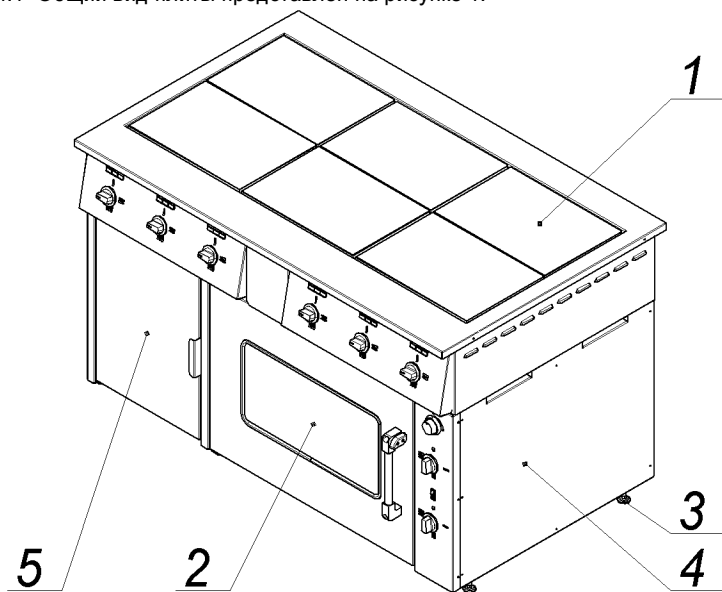
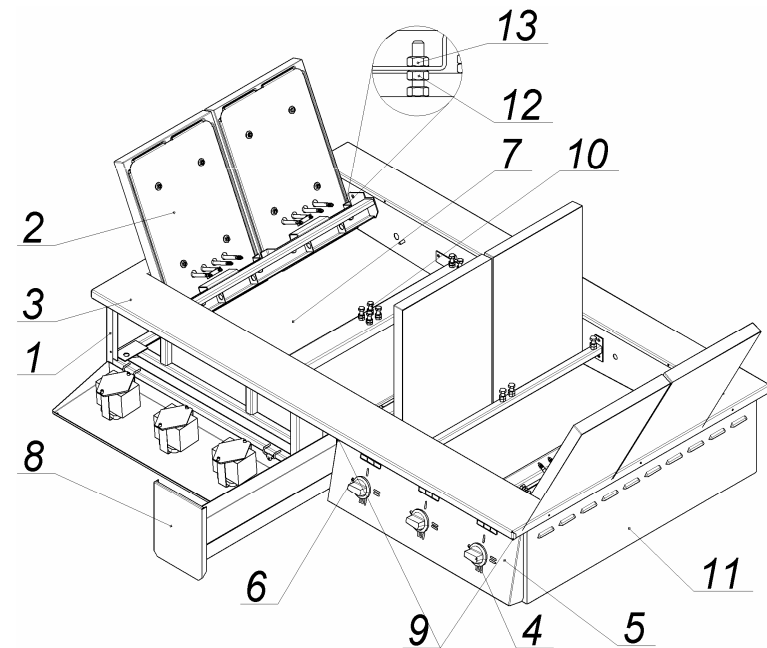
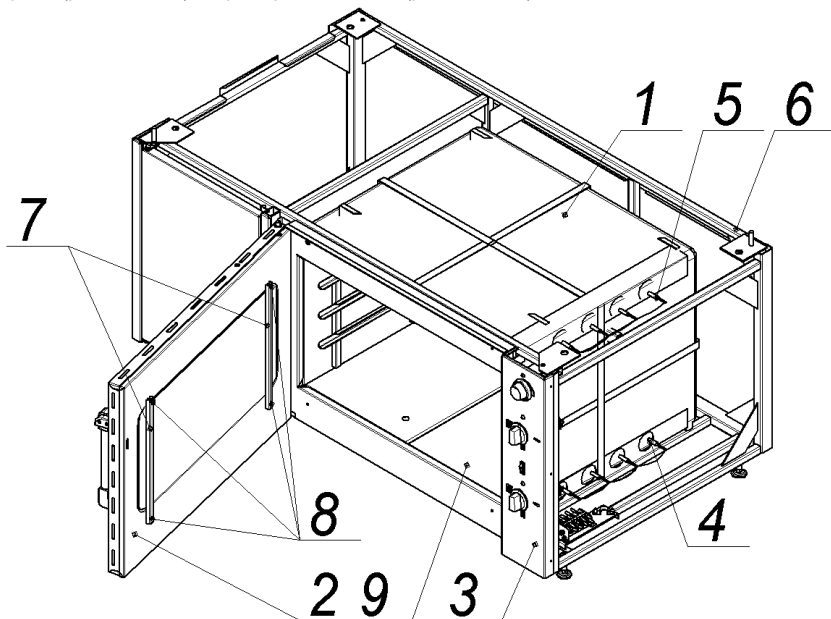
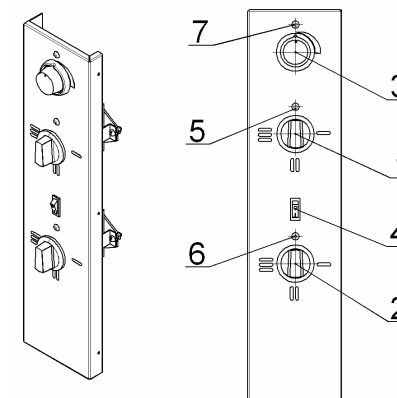

Рис.1
Рис. 2
Рис.3
Рис.4
4.3 Собственно плита (рис.2) установлена на жарочный шкаф (рис.1. поз.2) и состоит из каркаса (поз.1), с закрепленными на нём конфорками (поз. 2), столом (поз.3), облицовочными (поз.11) и приборными панелями (поз.5).
4.3.3 Для обслуживания и санитарной уборки, плита оборудована (см. рис.2) поддоном (поз.7) и выдвижным лотком (поз.8), так же обеспечен (см. рис.2) свободный доступ к внутренним поверхностям плиты:
4.4 Жарочный шкаф состоит из тепловой (рабочей) камеры (рис.3 поз.1), закрываемой дверкой (рис.3, поз.2) и приборной панели (рис.3, поз.3).
- Снять панель управления (рис.3, поз.3) или правую облицовочную панель (рис.1, поз.4);
- Снять панель управления (рис.3, поз.3) или снять правую облицовочную панель (рис.1, поз.4);
- Открыть дверку и вынуть из камеры подовые короба (рис.3, поз.9);
4.5 Приборы управления и светосигнальная арматура размещены (рис.4) на приборной панели (рис.3 поз.3), которая расположена с правой стороны шкафа.
4.5.1 Ступенчатое регулирование мощности верхних и нижних ТЭНов осуществляется установкой ручек переключателей (поз.1 и 2) в фиксированные положения, обозначенные на приборной панели символами **I, II и III**, что соответствует режимам нагрева ТЭНов: слабый, средний и сильный. При этом, изменяется мощность ТЭНов (см. раздел 2, табл.1, п.12). Отключение ТЭНов производится установкой ручек переключателей в положение «0» (напротив сигнальных ламп рис.4, поз.5 и 6).
Установка и автоматическое поддержание необходимой температуры (от 50 до 3000С) в камере осуществляется терморегулятором (рис.4, поз.3).
Переключатели верхних и нижних ТЭНов, а также терморегулятор снабжены сигнальными лампами (рис.4, поз.5, 6 и 7).
7.9 После окончания приготовления продуктов отключите напряжение, подаваемое на нагревательные элементы конфорок и шкафа, установив ручки переключателей конфорок (рис.2, поз.4), ручки переключателей верхних и нижних ТЭНов шкафа (рис.4, поз. 1, 2) и лимб терморегулятора шкафа в положение «0» (сигнальные лампы должны погаснуть).
7.4 Установите (по часовой стрелке) лимбом терморегулятора (рис.4, поз.3) температуру в камере шкафа, предусмотренную технологией приготовления продукта (должна загореться сигнальная лампа рис.4. поз.7).